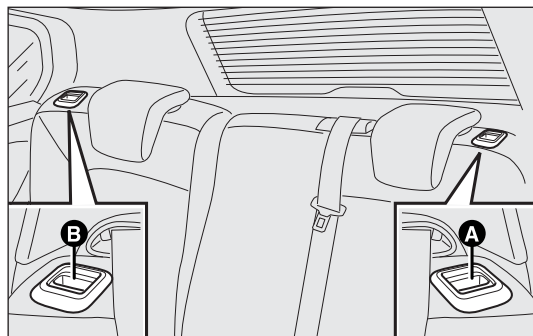

fig. 93
- ☐ utilice las manillas A o B-fig. 93 para desbloquear respectivamente la parte izquierda o derecha del respaldo y acompañar el respaldo hacia el cojín.